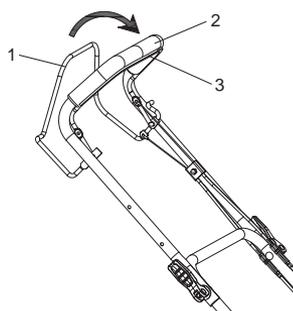

Fig. 14
- Tirer la barre d'autopropulsion (1) vers la poignée (2) pour engager les roues (Fig. 14)
- Relâcher la barre d'autopropulsion (1) pour arrêter les roues.